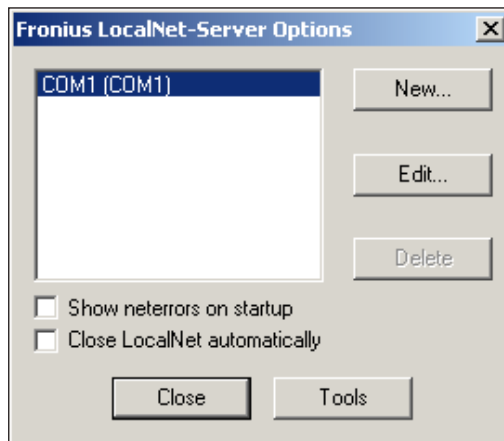

Abb.2 Dialogfenster „Fronius LocalNet-Server Optionen“
11. Im Dialogfenster „Fronius LocalNet-Server Optionen“ (Abb.2) auf Button „Beenden“ klicken